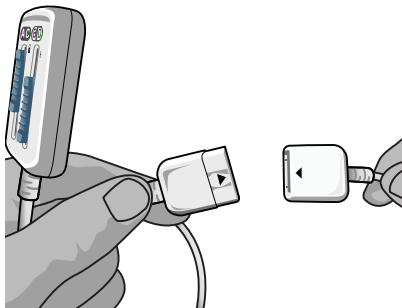

Figura 4: Stimolatore di prova esterno 2, cavo per sala operatoria 2x8 ed estensione
1. Collegare l'estensione del cavo per sala operatoria al cavo per sala operatoria (Figura 4).